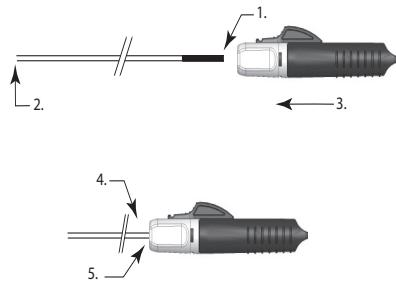

Figura 3
13. Înțejiți capătul proximal al tubului de impingere a implantului la capătul distal indicatorului de încărcare, întracării, întrătătorii mănușă, iar capătul proximal al tubului de impingere a implantului de încărcare în con și tubul de impingere este plasat ferm în dispozitivul de acționare (a se vedea Figura 3).
Notă: Dacă banda indicatoare este încă vizibilă, ca în Figura 4 de mai jos, dispozitivul de detasare instantane (D.I.) trebuie să fie avansat în continuare, până când tubul de impingere a implantului este așezat complet în con, ca în Figura 3 de mai sus.